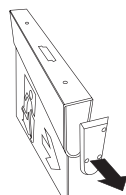

Рис. 5.
- ▶ Снимите глухую торцевую заглушку (противоположную той, на которой расположена кнопка «Тест» и индикатор заряда), для этого открутите три удерживающих её самореза (Рис. 5);